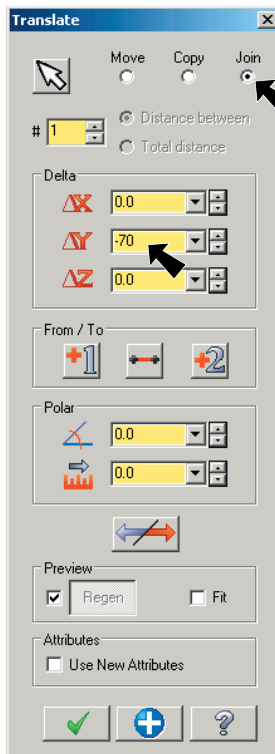

Fig. 25
Step 5. Set: **Join**  **Y to -70** , Fig. 25.